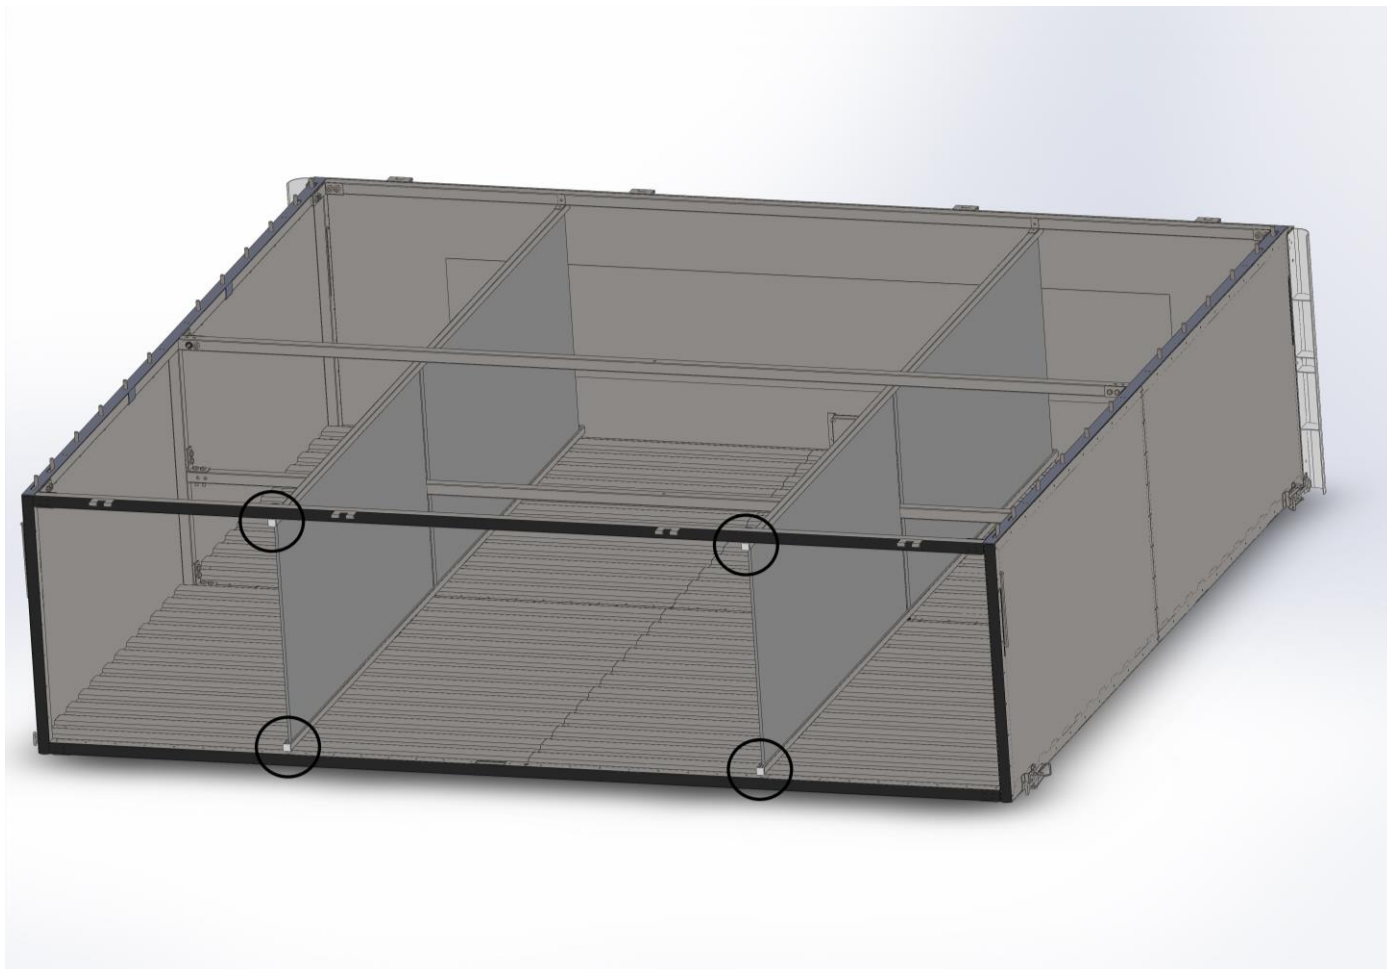

Рисунок 26
5.2 Установите перегородки, используя направляющие (см. рисунок 26).
5.3 Установите четыре заглушки с торцов направляющих (см. рисунок 26).